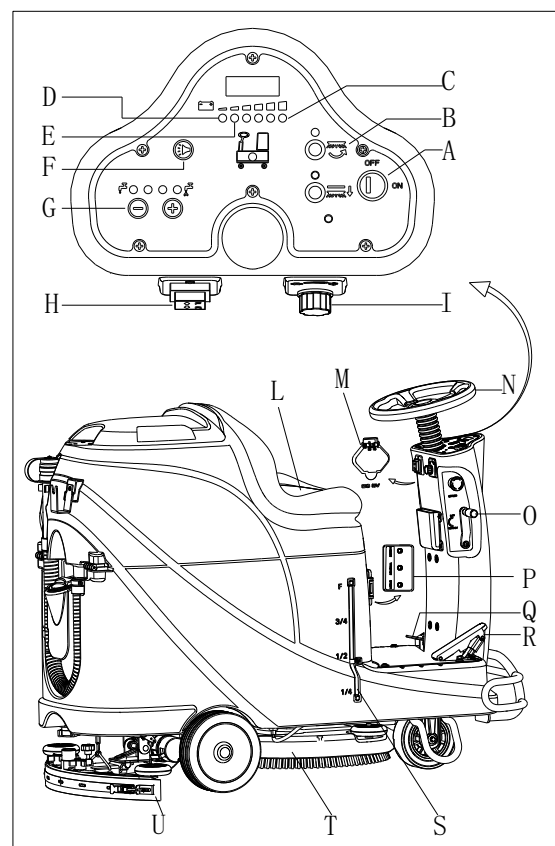

Figura 10
2. Așezați-vă pe scaun (L, Figura 10), inserați cheia (A) și rotiți-o la poziția "ON". Dacă se aprinde indicatorul verde (C) bateria este complet încărcată și gata de utilizare. Dacă indicatorul galben (E) sau cel roșu (D) se aprind, bateriile trebuie încărcate înainte de punerea în funcțiune. [Consultați capitolul MENTENANȚĂ pentru încărcarea bateriei]
11. Eliberați pedala de accelerație (R, Figura 10), mașina se va opri din deplasare.
12. Apăsăți butonul periei (B) pentru a opri motorul periei.
13. Ridicați ansamblul periei (T) prin depresarea pedalei (Q).
14. Ridicați ansamblul mop (U) cu ajutorul pârghiei de ridicare/ coborâre ansamblu aspiratie (O), și după câteva secunde se va opri sistemul de aspirare.